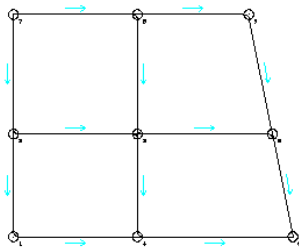

Fig. 3 Dirección de flujo en tuberías
6. Utilice la rutina para verificar la dirección del flujo en tuberías. (Fig. 3).